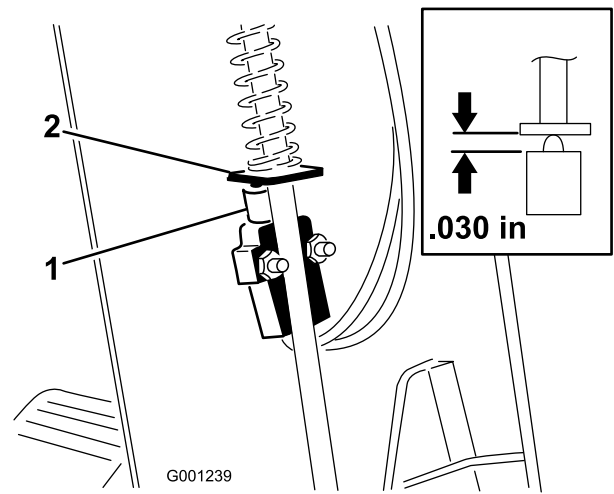

Figure 62
3. Faites coulisser le couvercle en haut de l'arbre de direction pour exposer le contacteur du frein de stationnement (Figure 62).
5. Alignez le palette de la tige du frein de stationnement sur le plongeur du contacteur (Figure 62)
6. Appuyez sur la tige du frein de stationnement et poussez le contacteur vers le haut jusqu'à ce que le plongeur soit comprimé à 0,76 mm (Figure 62, encadré). Cela correspond à la distance entre la palette de la tige du frein et le logement du plongeur du contacteur.